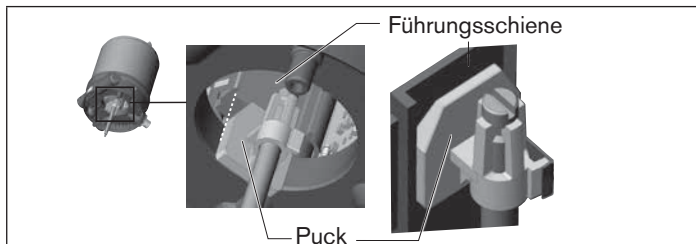

Bild 7: Ausrichten des Pucks
1. der Puck in die Führungsschiene des Steuerkopfs (siehe „Bild 7“) und